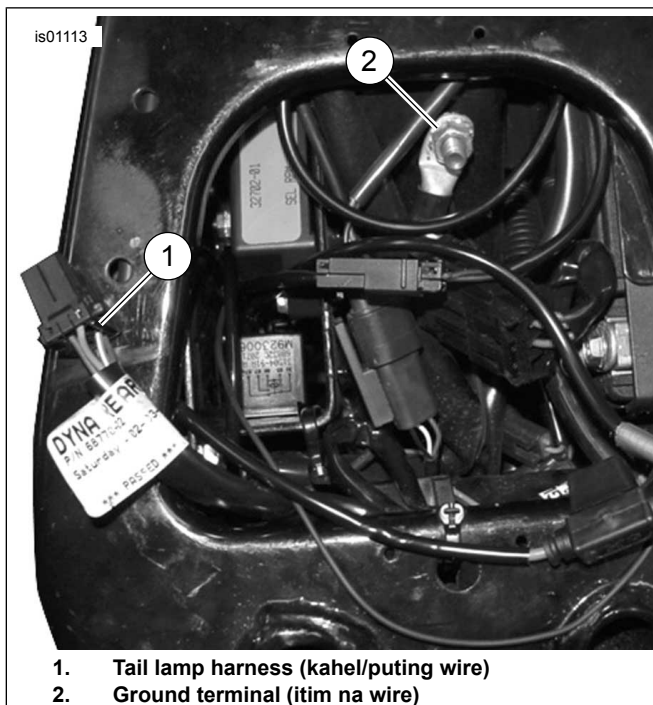

Figure 2. Power at Mga Koneksyon ng Ground (Mga Modelong Dyna)
3. Tingnan ang Figure 2 . Putulin ang itim na kawad sa wire harness ng napapainit na hand grip upang madaling maabot ang lokasyon ng ground, at i-crimp ang ring terminal sa dulo ng kawad ayon sa mga tagubilin ng Packard crimping tool sa appendix ng manwal ng serbisyo.
- Tingnan ang Figure 2 . Maingat na hiwain ang isang bahagi ng balot ng pangunahing harness sa loob ng takip sa gilid sa isang madaling maabot na pwesto, at putulin ang kahel/puting power lead ng pangunahing harness.